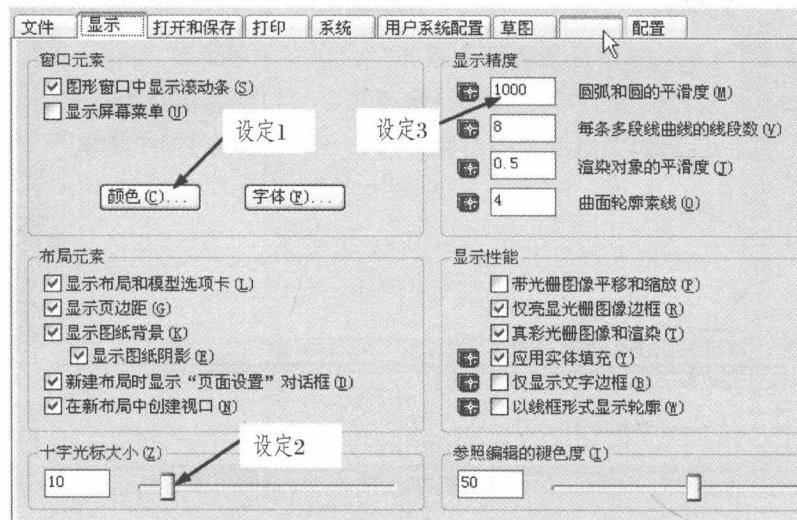

图 1-18
2. 显示:为常用的屏幕显示调整项,主要有三类设定,如图 1-18 所示.